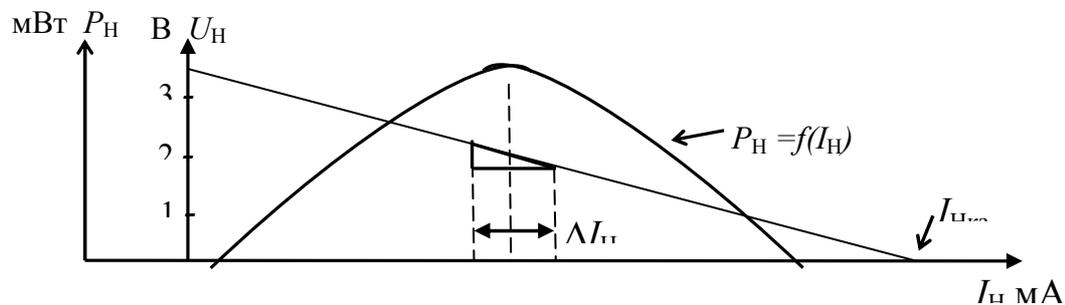

Рис. 3. Примерный вид характеристик
5.3 В тех же координатах постройте график зависимости $U_H = f(I_H)$, введя дополнительную ось для напряжения, масштаб которой отличается от масштаба оси по мощности. Около точки на характеристике, соответствующей максимальной мощности, постройте характеристический прямоугольный треугольник. Определите изменения тока ΔI_H и напряжения ΔU_H рис. 3.
Определите выходное сопротивление источника $r_0 = \Delta U_H / \Delta I_H$ рис. 3.
5.4 В тех же координатах постройте график зависимости $P_{\text{ИСТ}} = f(I_H)$ (на рис. 3 не показан).